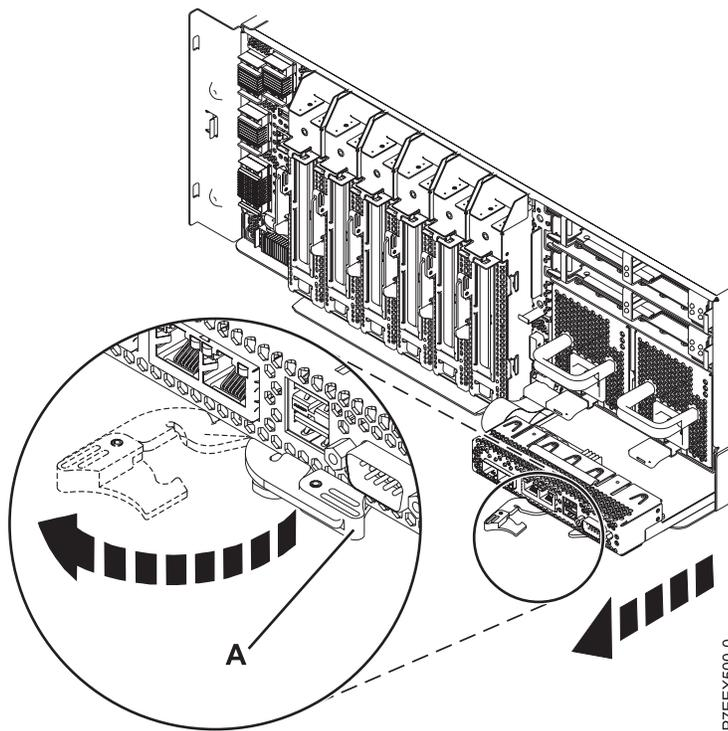

Figura 1. Extracción de la tarjeta multifunción integrada del sistema 8248-L4T, 8408-E8D o 9109-RMD
5. Localice la tarjeta multifunción integrada que desea extraer, como se muestra en la Figura 1.